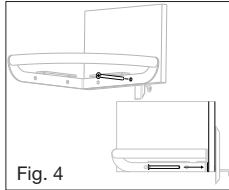

Fig. 4
13. Mientras sostiene el reborde y aplica presión a la barra tirando de ella hacia afuera, introduzca un tornillo maquinado de 3" en el agujero central del reborde. Después alinee el tornillo para metales con el inserto roscado en la barra, y apriete lo suficiente para mantener la barra derecha. **NO APRIETE POR COMPLETO.** (Fig. 4)